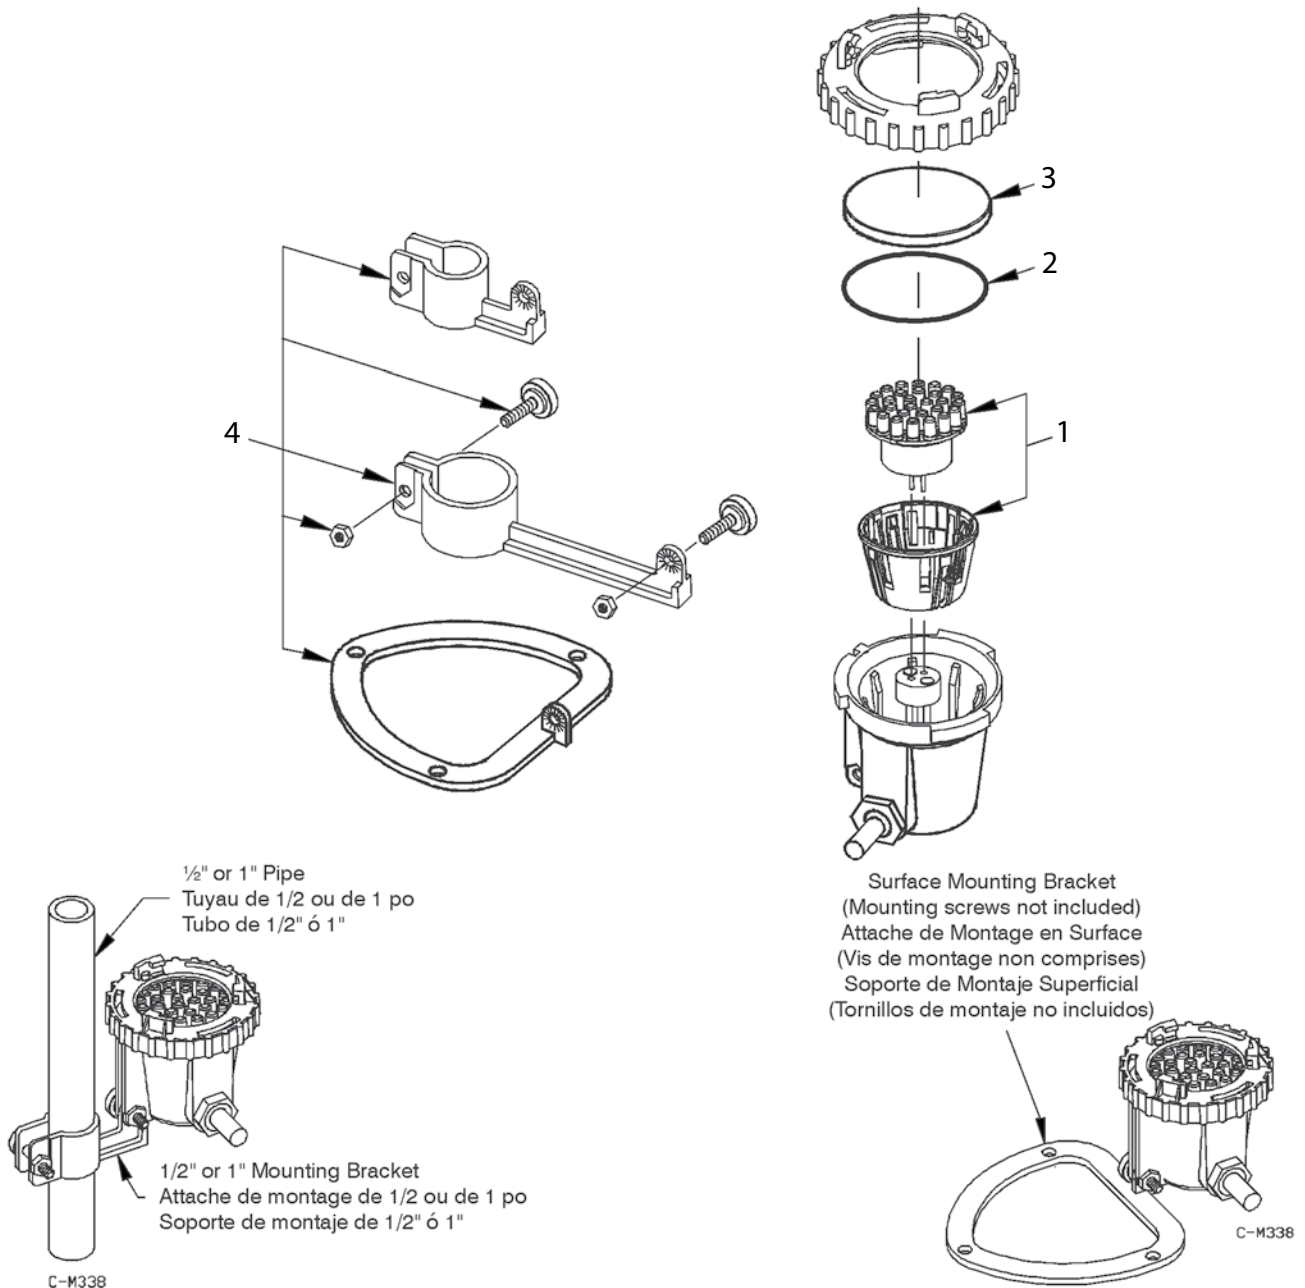

Figure 1 • Figure 1 • Figura 1
- c. Pour installer l'ampoule, il suffit de l'insérer dans le support, comme il est Figure 1. S'assurer que les deux broches de l'ampoule sont correctement logées dans les deux petits trous du support. NE PAS toucher la nouvelle ampoule. Saisir uniquement l'ampoule par sa douille en plastique. Le fait de toucher l'ampoule risque de réduire sa durée de vie. Lorsque l'ensemble ampoule/douille est enfoncé dans le support, le faire tourner pour que les ouvertures de la douille en plastique soient vis-à-vis des nervures situées à l'intérieur du support.